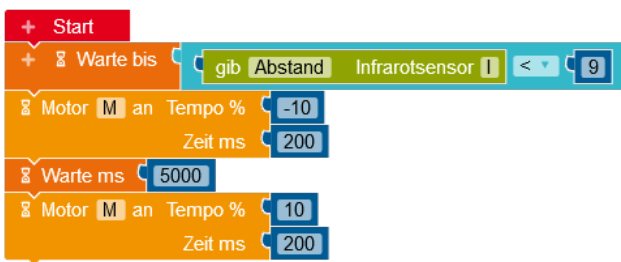

Abbildung 5: Die Schranken-Programmierung mit »Warte bis«
- Je nachdem, in welcher Orientierung der Motor im Lego-Modell eingebaut ist, muss ggf. das Vorzeichen getauscht werden. In Abbildung 5 steht das negative Vorzeichen bei »Tempo %« für das Schließen und das positive Vorzeichen für das Öffnen der Schranke.